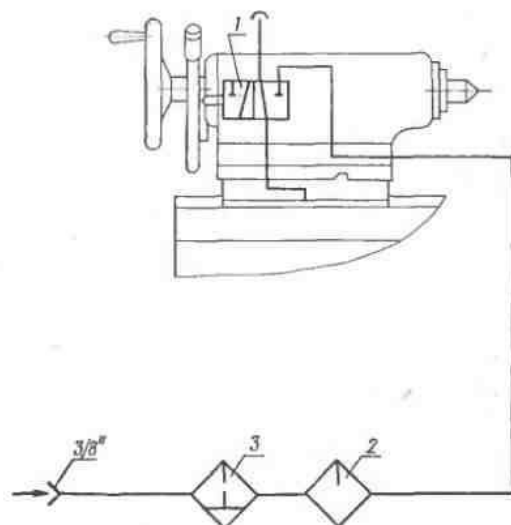
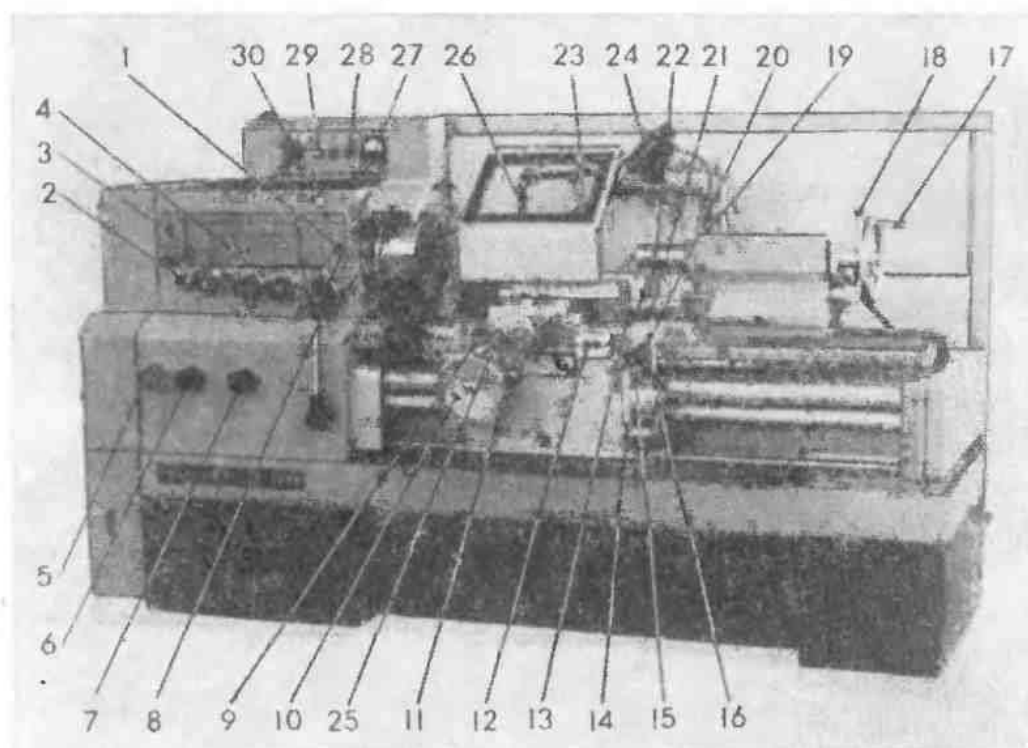

Рис. 8. Схема пневмооборудования
Рис. 9. Органы управления станком
Подача воздуха на направляющие производится при нажатии кулачка, укрепленного на рукоятке 18 (см. рис. 9), на толкатель клапана 1 (см. рис. 8) при перемещении рукоятки на рабочего. По окончании работы салфеткой удалить влагу с направляющих и покрыть их тонким слоем масла.
| № по схеме (рис. 8) | Наименование                 | Тип     | Кол-во |
| Номер позиции (см. рис. 9) | Органы управления и их назначение                                                                   | Способ использования                                                                                                                                            | Примечание                                                                                                                                                                                                                  |
| Номер позиции (рис. 9) | Органы управления и их назначение                                                                                  | Способ использования                                                                                                                                                                                                                      | Примечание                                                                                                                                                                                                                             |
| Номер позиции (см. рис. 9) | Органы управления и их назначение                                                                   | Способ использования                                                                                                                                                                                                                            | Примечание                                                                                                                                                                                                 |
12.1.1. Установка числа оборотов шпинделя осуществляется двумя рукоятками 1 и 2 (см. рис. 9) по таблице (см. рис. 10), помещенной на шпиндельной бабке. В правой части таблицы даны ряды
|    |  | Число оборотов шпинделя в минуту | Наибольший допустимый крутящий момент на шпинделе, кгс·м | Наибольшая допустимая мощность по указателю нагрузки 27 (рис. 9), кВт | Число оборотов шпинделя в минуту | Наибольший допустимый крутящий момент на шпинделе, кгс·м | Наибольшая допустимая мощность по указателю нагрузки 27 (рис. 9), кВт |
| № 1 (рис. 9)                                                                        | № 2 (рис. 9)                                                                      |                                  |                                                          |                                                                       |                                  |                                                          |                                                                       |